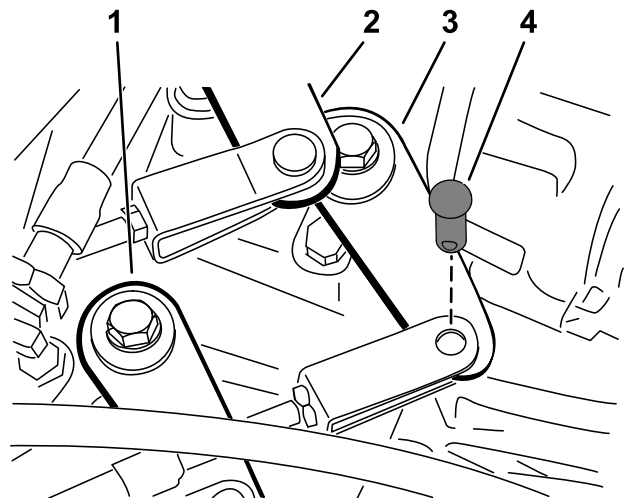

Figura 44
2. Retire los pasadores de horquilla que fijan los cables del cambio de marchas a los brazos de cambio del transeje (**Figura 44**).
1. Retire el pasador de horquilla que sujeta el cable de la palanca de cambio de intervalo al transeje (Figura 44).